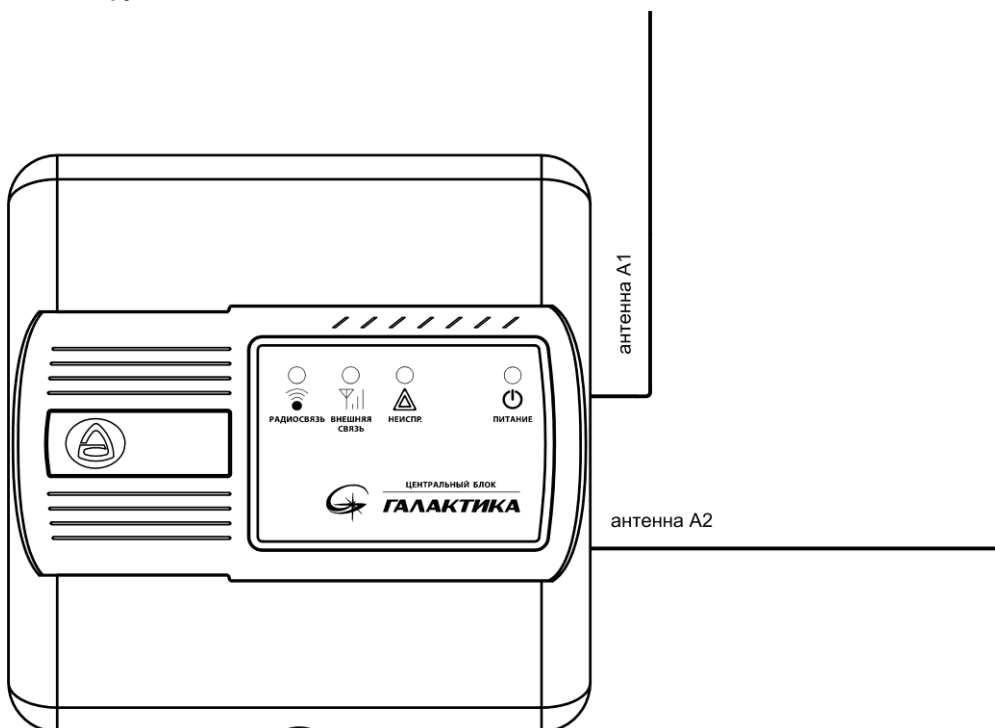

Рис.1 Общий вид ЦБ с подключенными антеннами
3.1.1 На панель индикации ЦБ (см. рис.1) выведены светодиодные индикаторы: контроля состояния питания – «ПИТАНИЕ», контроля связи с радиустройствами – «РАДИОСВЯЗЬ», контроля GSM канала – «ВНЕШНЯЯ СВЯЗЬ» и контроля неисправностей – «НЕИСПР.» (описание индикации – см. п.3.5).